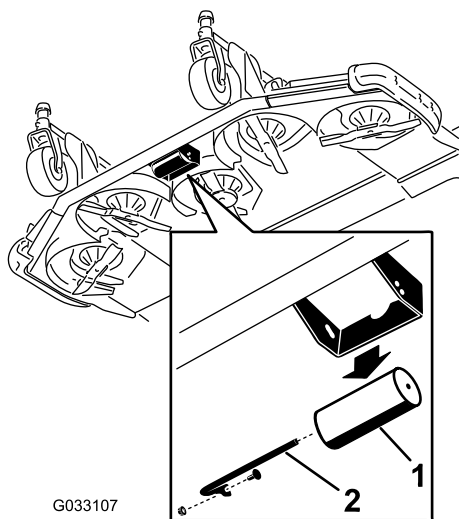

Figura 41
1. Retire el eje del rodillo, el tornillo y la tuerca que sujetan el rodillo al soporte de la carcasa (Figura 41).